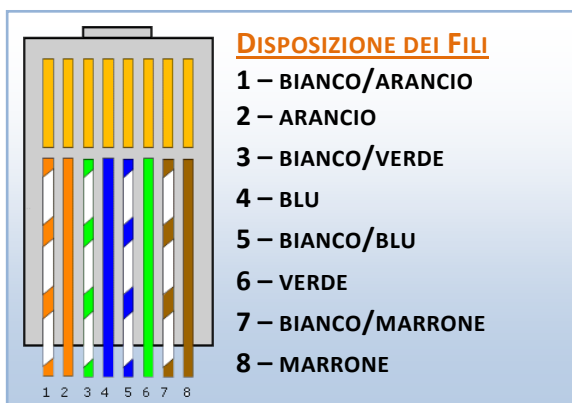

Figura 3
2. Dopo aver allineato in modo più o meno regolare gli otto fili di un'estremità di cavo, inserirli in una spina RJ-45, nell'ordine mostrato in figura 3, facendo in modo che ogni cavo segua la propria pista all'interno della spina e raggiunga il fondo. Ripetere la stessa operazione per l'altra estremità del cavo, rispettando anche questa volta lo stesso ordine di inserimento.